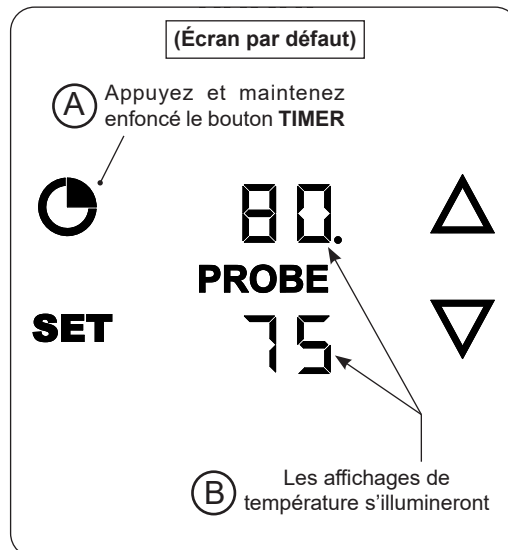

Fig. 39-1 Turn on thermometer/Thermostat
3. Appuyez et maintenez enfoncé le bouton **TIMER** (Fig. 39-1, A) jusqu'à ce que le reste des affichages s'allume (Fig. 39-1, B). Il s'agit de l'**écran par défaut**. L'écran par défaut affiche vos températures. L'affichage supérieur est la température de cuisson, et l'affichage inférieur est la température de la sonde à viande (si elle est branchée).